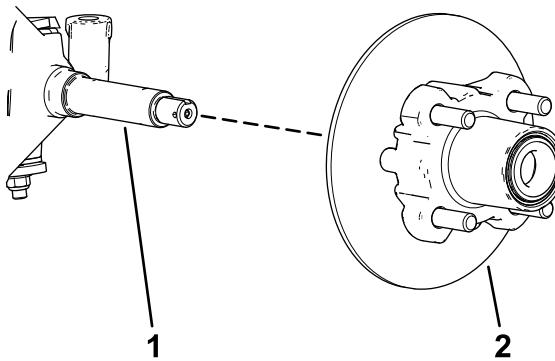

Figure 33
6. Retirez l'écrou de la fusée et déposez l'ensemble moyeu et disque de la fusée (Figure 32 et Figure 33).